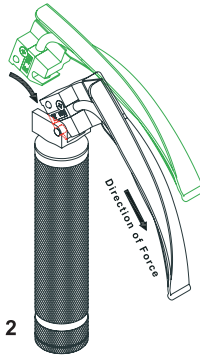

Fig 2
1. Engagez la lame en alignant l'encoche de la lame sur la goupille d'accrochage du manche, puis exercez une force suffisante (10-45 N) pour qu'elle se fixe sur le manche, tel que montré à la Fig. 2.
La lame et le manche du laryngoscope doivent toujours être testés après avoir été nettoyés/ désinfectés/stérilisés et avant toute utilisation. Pour effectuer de tels tests, raccordez la lame du laryngoscope au manche et positionnez-la sur ON tel que montré à la Fig. 2 ; si l'unité ne parvient pas à s'allumer ou à clignoter, vérifiez l'ampoule/piles et les contacts électriques.